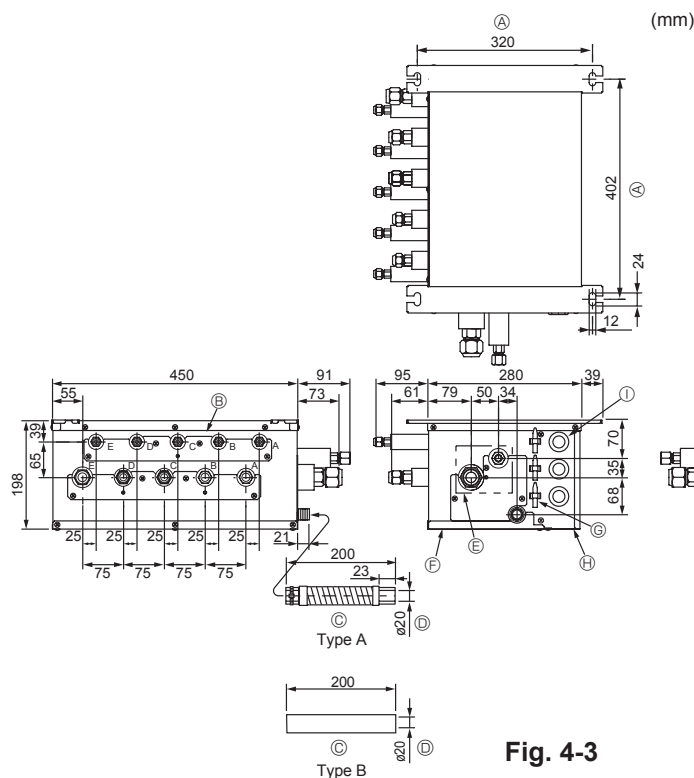

Fig. 4-3
■ PAC-AK51BC/PAC-AK52BC/PAC-AK53BC (Fig. 4-3)
- (1) Installer les boulons de suspension (à acheter localement) suivant le pas requis (Fig. 4-3, 4-4).